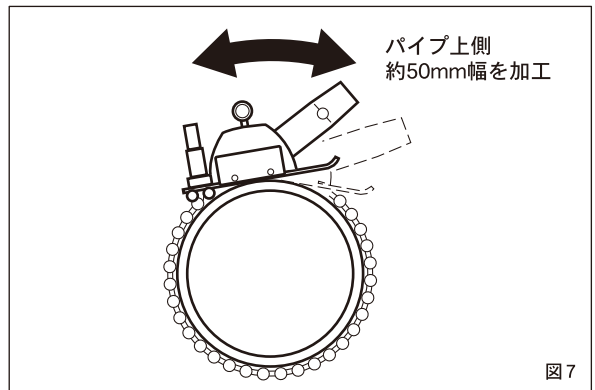

図7
- ④ GXグルーバー取扱説明書（P.10）の「溝切」手順
①～③を参照して、まずパイプ上部に長さ約50mmの、溝切加工を行ってください。（図7）